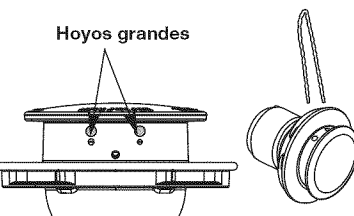

Fig. 27
- Inserte ambos extremos de la línea en los orificios adecuados ubicados al costado del cabezal de corte (Fig. 27).